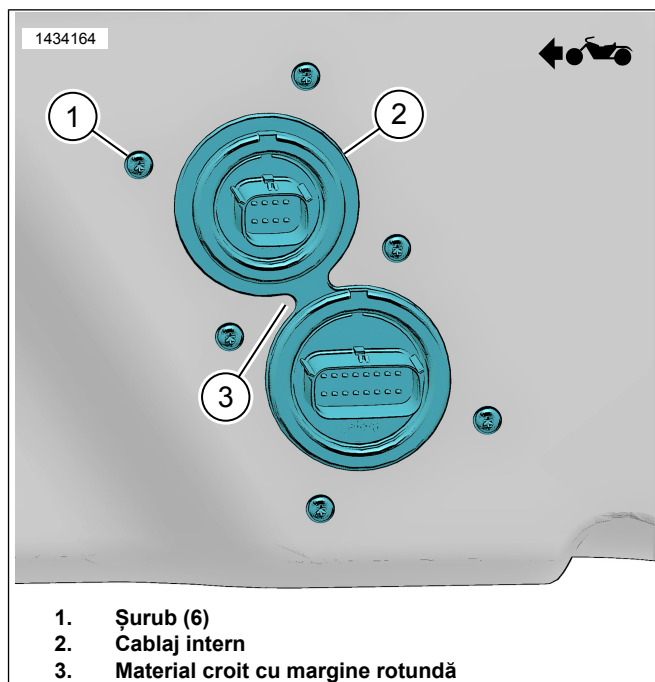

Figura 10. Cablaj interior
- d. Figura 10 Croiți materialul cu margine rotundă (3).
11. Figura 10 Montați cablajul intern (2).